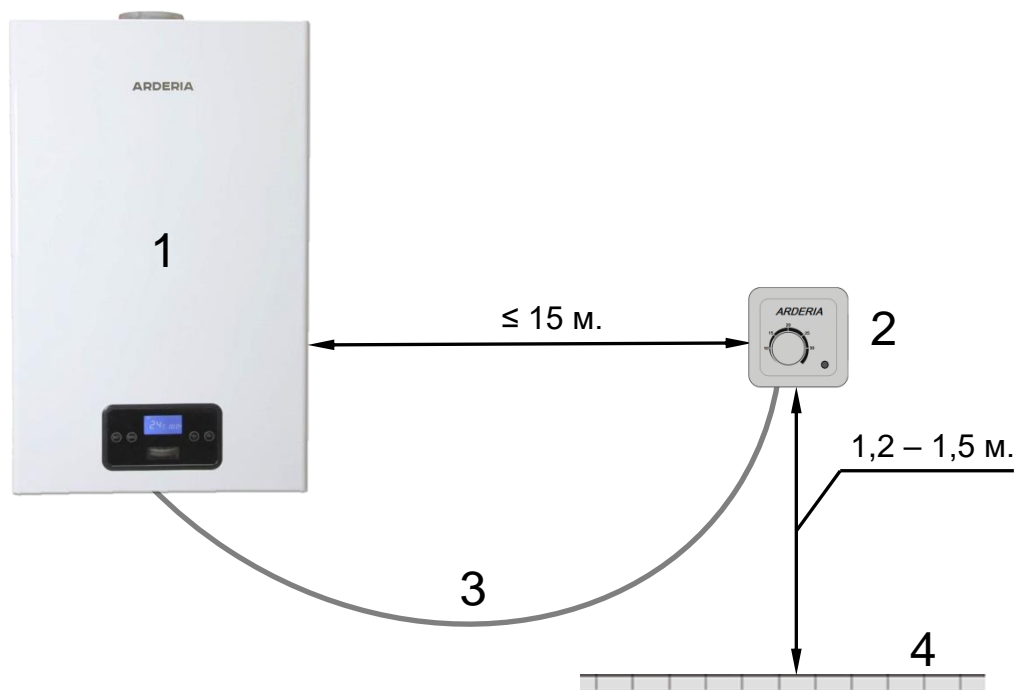

Рис. 52 Место установки комнатного термостата
- Термостат монтируют на стене, на высоте 1,2 – 1,5 м. от пола (См. Рис. 52).
- **Рекомендуемое** расстояние от термостата до котла не более 15 м (См. Рис. 52).